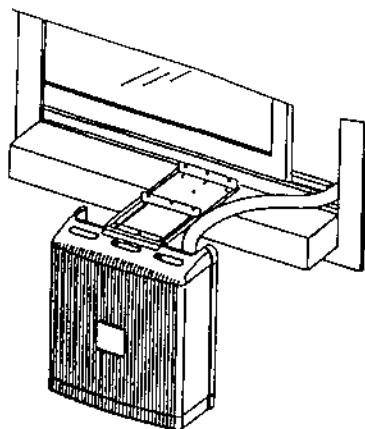
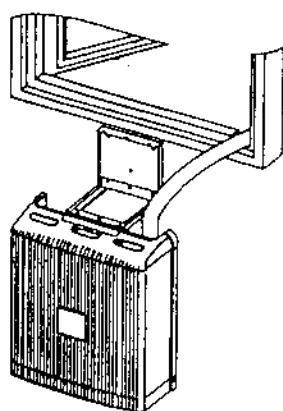
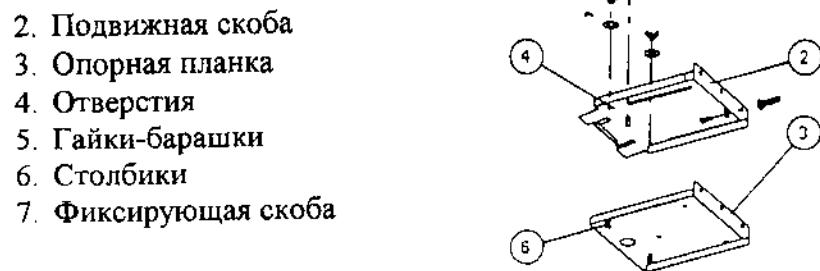
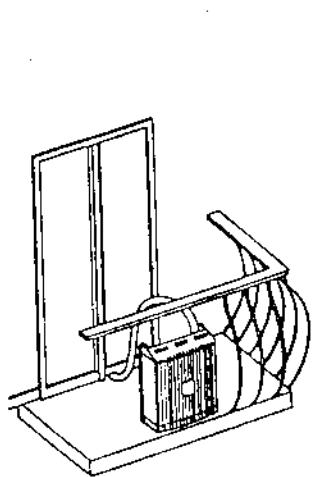

Рис. 5. Установка наружного блока на подоконнике
Рис. 6. Установка наружного блока на стене
Рис. 7. Набор для крепления наружного блока
Рис. 8
Стандартный крепежный набор (см. рис. 7), который входит в комплект кондиционера, позволяет устанавливать наружный блок на подоконнике (рис. 5) или на стене (рис. 6).
1. Проденьте под ручку блока подвижную скобу (2) (рис. 7) из крепежного набора (рис. 5 и 6).
2. Для установки на подоконнике см. рис. 5. Приложите неподвижную опорную планку (3) (рис. 7) к оконной раме, просверлите в раме три отверстия и надежно закрепите планку тремя винтами.
3. Установите подвижную скобу (2) так, чтобы ее отверстия (4) наделись на столбики (6) опорной планки. Закрепите подвижную скобу при помощи баращков (5) (рис. 7). Подвесьте наружный блок на подвижной скобе.
4. Сдвиньте блок так, чтобы он занял правильное положение (на расстоянии не менее 100 мм от стены), и затяните два баращка (5) (рис. 7).
5. Установите на место фиксирующую скобу (7) (рис. 7) и затяните гайками. Убедитесь в том, что блок имеет хорошую опору, устойчив и надежно закреплен.
6. Для установки на стене см. рис. 6. Приложите неподвижную опорную планку (3) к стене, просверлите в стене три отверстия и закрепите планку тремя винтами; убедитесь в том, что планка установлена горизонтально.
7. Наденьте отверстия подвижной скобы на столбики опорной планки и затяните барашки (5). Установите фиксирующую скобу (7). Убедитесь в том, что блок закреплен надежно и имеет хорошую опору.
8. Подготовьте в нижней части дверной коробки или оконной рамы отверстие для соединительного шланга (см. рис. 8, 9, 10, 11).